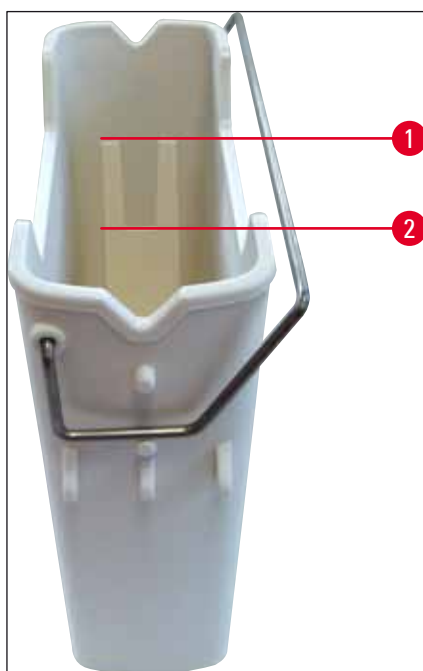

Fig. 67
4. Controllare che il livello di riempimento sia sufficiente (→ Fig. 67) e che il reagente sia privo di sporcizia. In caso di contaminazione, è necessario sostituire il solvente (→ P. 38 – 4.6.3 Preparare la cuvetta per reagenti, riempirla e inserirla nel cassetto di caricamento) e pulire la cuvetta per reagenti prima di riempirla nuovamente.